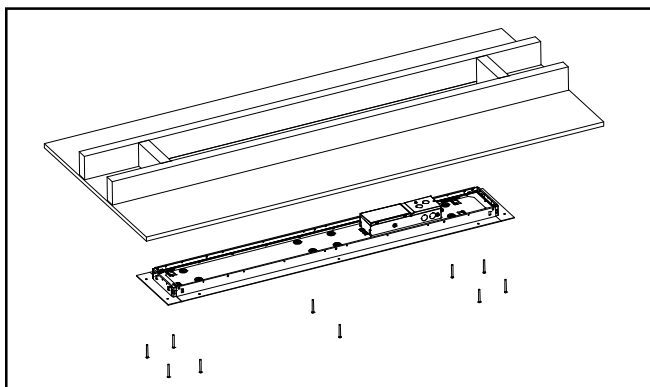

Figure 3.
- Installez le cadre avec le luminaire dans l'ouverture du plafond et fixez-le à l'aide des vis inviolables fournies (Figure 3.)